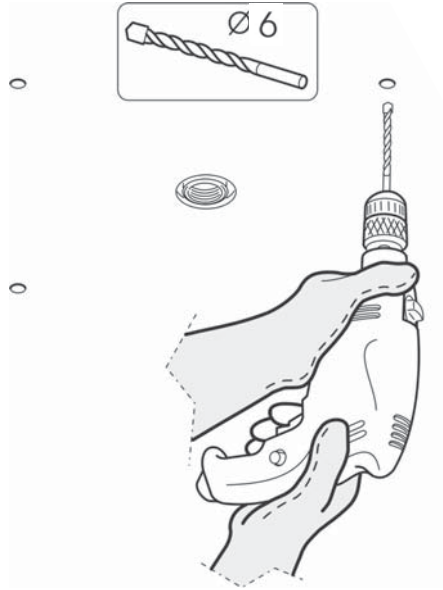

Fig. 2
2) Eseguire i fori a soffitto e montare i tasselli 2b (fig.2).
- 2) Make the holes in the ceiling and mount the expansion bolts 2b (fig.2).
2) Die Bohrungen an der Decke durchführen und die Dübel 2b montieren (Abb. 2).
- 2) Percer le plafond et introduire les chevilles (2b) (fig. 2).